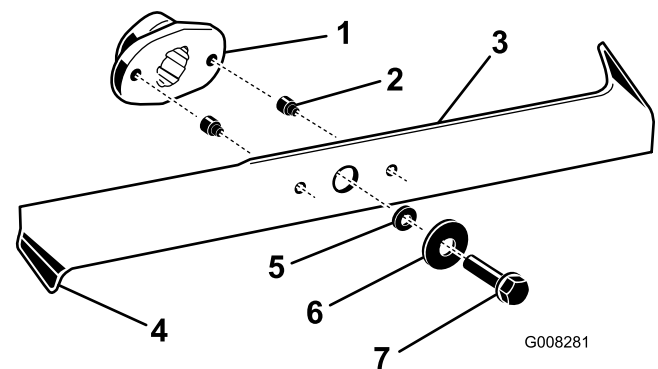

Bild 38
2. Untersuchen Sie die Schnittkanten (Bild 38). Bauen Sie die Schnittmesser aus und schärfen sie, wenn die Kanten nicht scharf sind oder Kerben aufweisen; siehe Schärfen der Messer“.
3. Prüfen Sie die Schnittmesser, insbesondere die gebogenen Kanten (Bild 38). Montieren Sie neue
4. Ersetzen Sie die Scherbolzen sofort, wenn Sie gebrochen sind (Bild 38).
3. Entfernen Sie die Messerschrauben, Scheiben und Messer (Bild 38). Sie können einen Holzklötzchen zwischen das Schnittmesser und das Mähwerk keilen, um das Schnittmesser beim Entfernen der Schraube zu blockieren.
1. Montieren Sie die Schnittmesser, Scheiben und Messerschrauben (Bild 38).